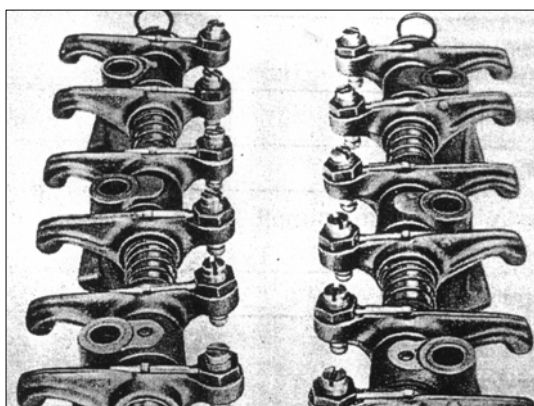

РИС. 60
- 3) Снимите коромысла клапанов вместе с валом и кронштейнами (рис. 60).